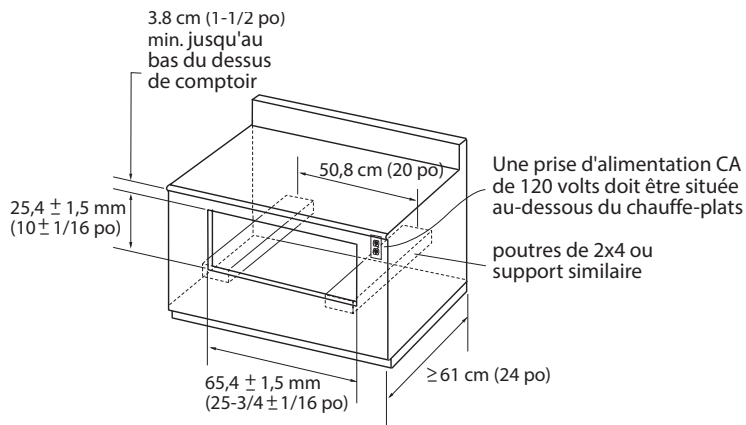

Fig. 1
La profondeur du boîtier, à partir de la bordure extérieure de la face avant jusqu'au fond du boîtier ou au mur, doit mesurer 61 cm (24 ") minimum (voir Fig.1).
** Le fonds de l'ouverture doit être fait d'un contre-plaqué assez solide pour supporter le poids du four et sa charge (ou utiliser une construction 2 x 4 - voir Fig. 1).